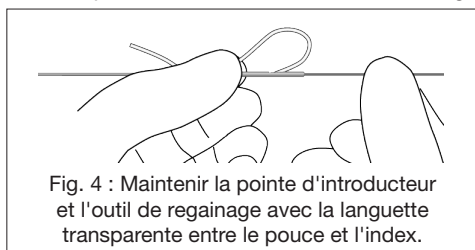

Fig. 4 : Maintenir la pointe d'introducteur et l'outil de regainage avec la languette transparente entre le pouce et l'index.
3. Saisir l'extrémité distale de l'outil de regainage entre le pouce et l'index gauches. Saisir la languette transparente située près de l'extrémité proximale de la gaine d'introduction à l'aide du pouce et de l'index droits. (Voir figure 4). Tirer délicatement sur cette languette dans la direction opposée de l'outil de regainage, à un angle de 45 degrés, afin de débloquent le microcoil. Continuer à tirer sur la languette jusqu'à exposer 1,3 à 2,5 cm supplémentaires du matériau translucide.
4. Plier délicatement la languette translucide vers l'extrémité distale et saisir fermement l'extrémité distale de l'outil de regainage et la languette translucide entre le pouce et l'index, comme illustré à la figure 4.